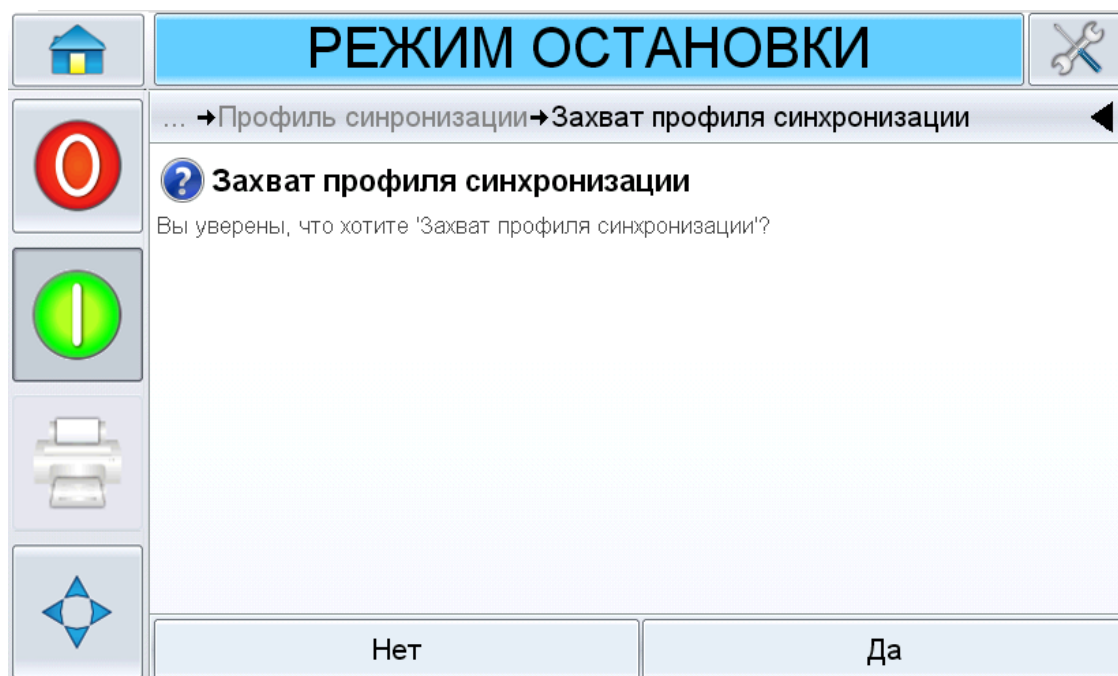

Рисунок 5-16: Экран Захват профиля синхронизации
- После завершения настройки, нажмите кнопку Capture Захватить профиль синхронизации для начала захвата профиля. Откроется экран Capture Захват профиля синхронизации (Рисунок 5-16).